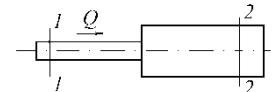

Рис. 3
- Определить потерю напора на внезапное расширение потока (рис. 3), если известны показания пьезометров $h_1 = 16\text{ см}$, $h_2 = 30\text{ см}$, диаметры $d_1 = 20\text{ мм}$, $d_2 = 50\text{ мм}$, расход $Q = 1\text{ л}/\text{с}$.